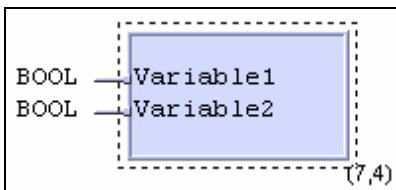

Abb. 51: Schnittstellendeklaration
- Legen Sie die „Position“ der Variablen am Baustein fest. Im Beispiel in Abb. 51 wird „Variable1“ an der zweiten Position von links oben angezeigt.